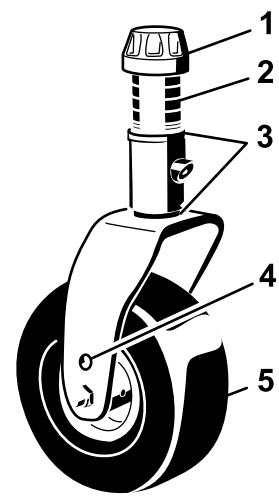

Рисунок 20
5. Снимите колпачковую гайку с вала шпинделя и извлеките шпиндель из рычага поворотного колеса (Рисунок 20).